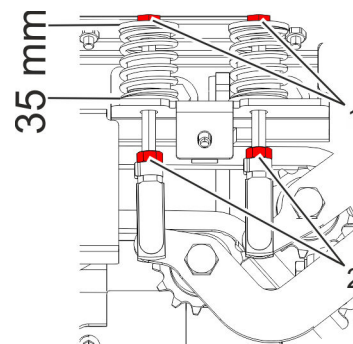

Abb. 33: Spannvorrichtung
5. ▶ Kontermuttern (Abb. 33/2) lösen.
6. ▶ Schrauben (Abb. 33/1) mit Schraubenschlüssel so einstellen, dass der Abstand von der Oberkante der Feder bis zur Oberkante der Blechverschalung 35 mm beträgt.
7. ▶ Kontermuttern (Abb. 33/2) mit Schraubenschlüssel festziehen.